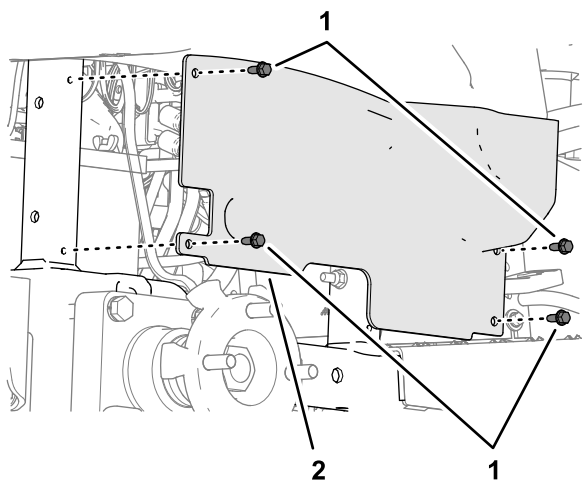

**Bild 30**
- Entfernen Sie die vier Radmuttern, mit denen das Rad an der Nabe befestigt ist, und nehmen Sie das Rad ab (Bild 30).
- Setzen Sie das Rad auf die Bolzen der Radnabe (Bild 30) und befestigen Sie es mit den 4 Radmuttern, die Sie im Schritt 2 entfernt haben, und ziehen Sie die Muttern von Hand an.